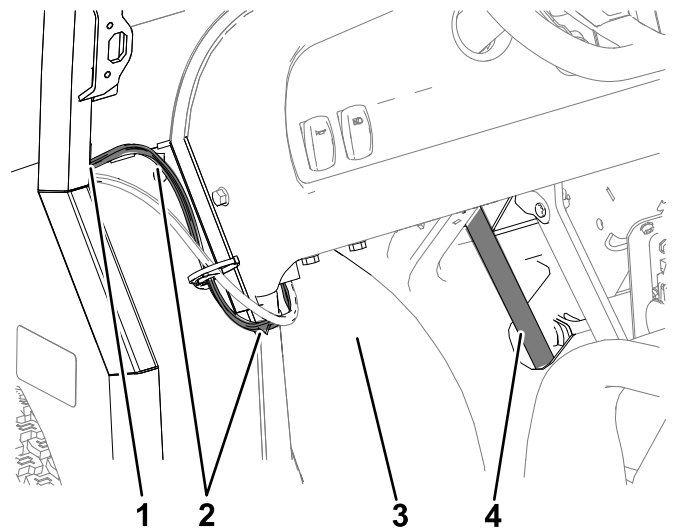

Figure 44
2. Faites passer le connecteur à 2 douilles du faisceau par l'ouverture au sommet du montant A (côté conducteur) du cadre de la cabine, et faites-le descendre par le trou au fond du montant (Figure 44).
3. Acheminez le faisceau vers l'avant, entre l'aile et la colonne de direction (Figure 44 et Figure 45).